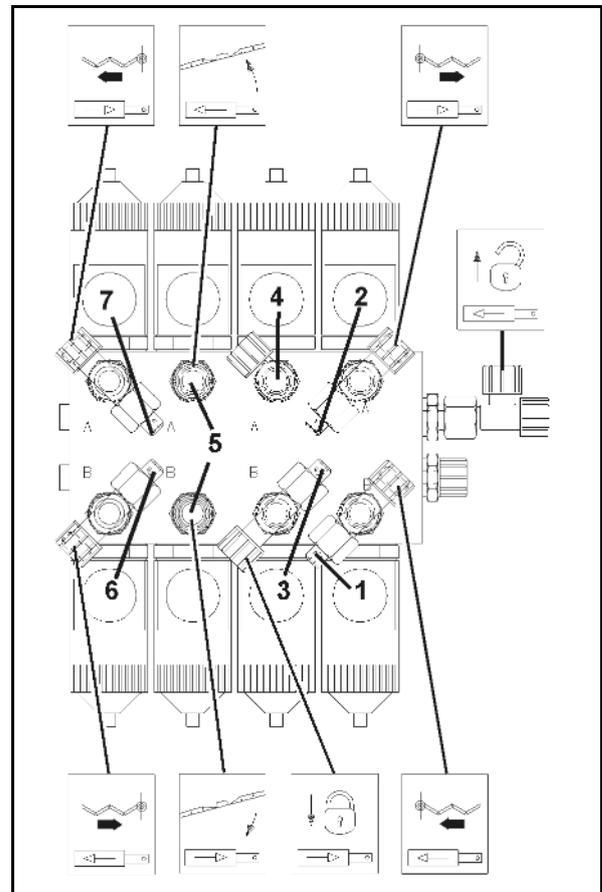

Fig. 195
2. Soplar el vaporizador (Fig. 195/2) y el radiador de agua caliente (Fig. 195/3) con presión de aire (máximo 5 bar).
3. Cambiar las juntas dañadas (Fig. 195/1) debajo de la cubierta.